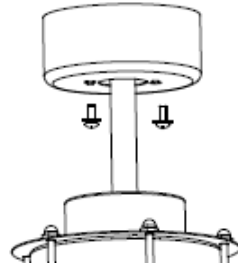

Figura 7
- Afloje los 2 tornillos de la parte inferior de la abrazadera de montaje. Figura 7